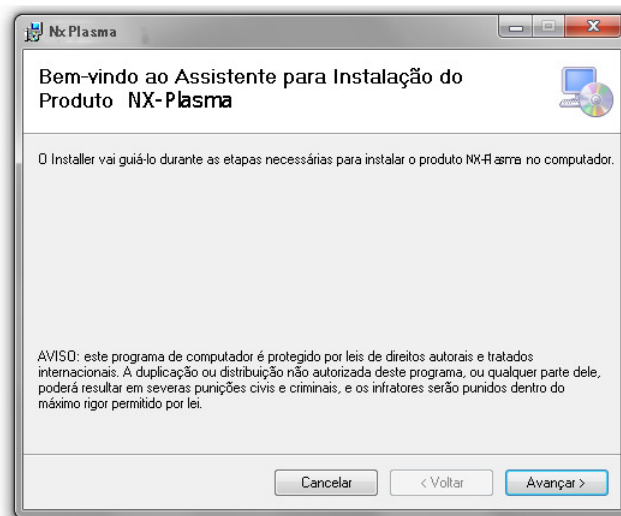

Figura 10
- Coloque o disco de instalação no computador e clique no programa NxPlasmaSetup.msi. Aparecerá a tela inicial (Figura 10).